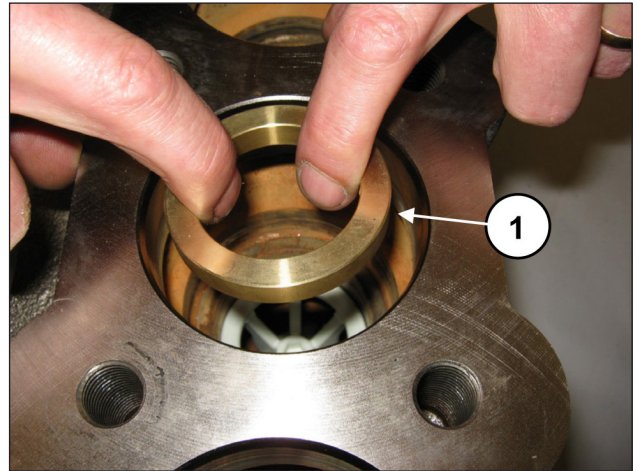
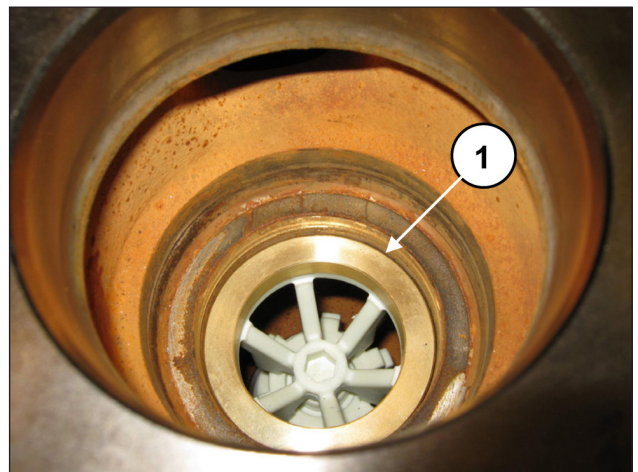

Fig. 115
Fig. 116
Insira o anel espaçador no local da válvula (pos. ①, Fig. 115), em apoio nos espaçadores (pos. ①, Fig. 116).